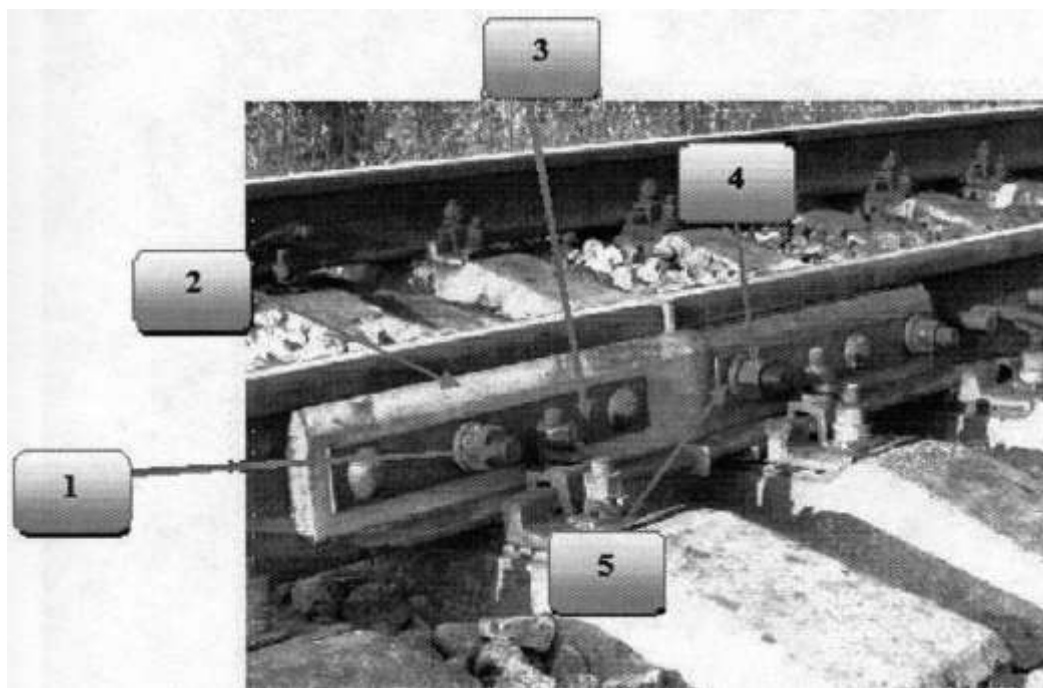

Рис. 3. Стык изолирующий
**Текст задания:** Дайте определение изолирующего стыка. Укажите на рис. 3 основные элементы изолирующего стыка, опишите конструкцию изолирующего стыка.